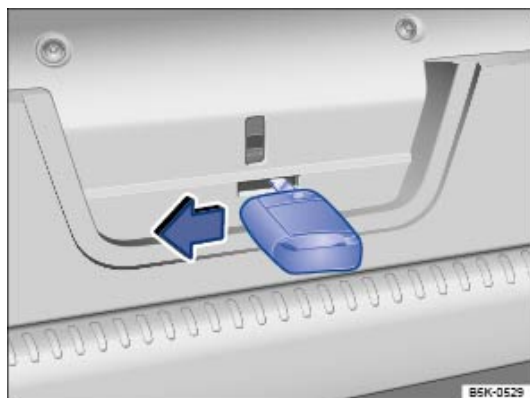

Fig. 65 Dans le capot arrière : déverrouillage de secours du capot arrière
- Insérez le panneton dans l'ouverture prévue dans le capot arrière ⇒ Fig. 65, puis poussez le levier de déverrouillage dans le sens de la flèche.